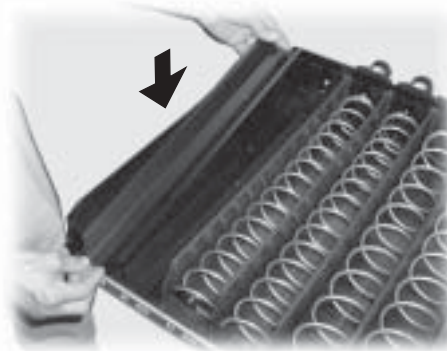

Fig. 53
- colocar las guías para los snacks (Fig. 53);